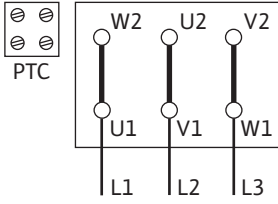

Fig. 12: Δ devresi
- Elektrik şebekesi bağlantısı, P2 motor gücüne, şebeke gerilimine ve açma türüne bağlıdır. Klemens kutusundaki bağlantı köprüleri için gerekli devreleme, aşağıdaki tabloya ve Fig. 12, 13 ve 14'e göre gerçekleştirilmelidir.